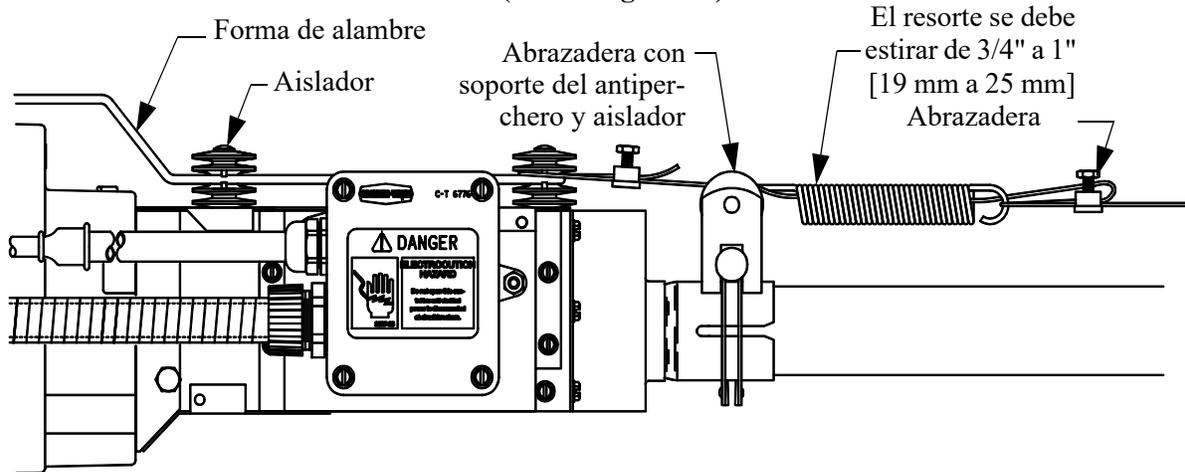

Figura 48. Instalación del sistema antiperchero en la unidad de control
14. En la unidad de control, después de fijar el cable al resorte, cortar el cable de 8" a 10" [200 a 250 mm] más largo que lo necesario. Pasar el extremo del cable por el centro del resorte, alrededor del primer aislador en la unidad de control y fijarlo con la abrazadera de cable provista con la unidad de control. (Ver la Figura 48). Instalar el marco de alambre en los aisladores de la unidad de control. Asegurarse que el protector encaje en los retenedores moldeados en los aisladores. (Ver la Figura 48).